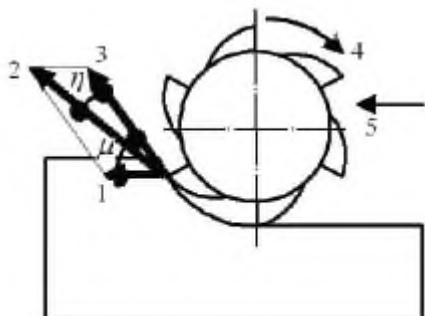

Рис. 9
**На схеме фрезерования древесины (рис. 9) укажите номер вектора скорости главного движения:**
**На схеме фрезерования древесины (рис. 9) укажите номер вектора скорости результирующего движения:**